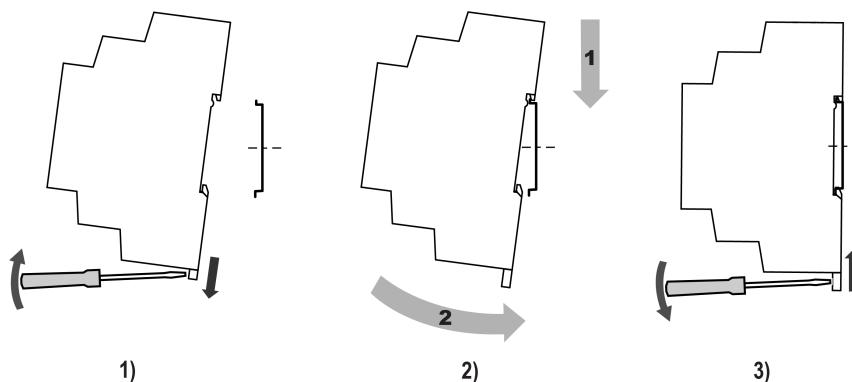

Рисунок 4.1 – Установка прибора
- Вставить отвертку в проушины, оттянуть защелку рисунок 4.1, 1).
- Установить прибор на DIN-рейку в соответствии с в направлении стрелки 1 (рисунок 4.1, 2);
- Прижать прибор к DIN-рейке в направлении, показанном стрелкой 2. Зафиксировать защелку (см. рисунок 4.1, 3).